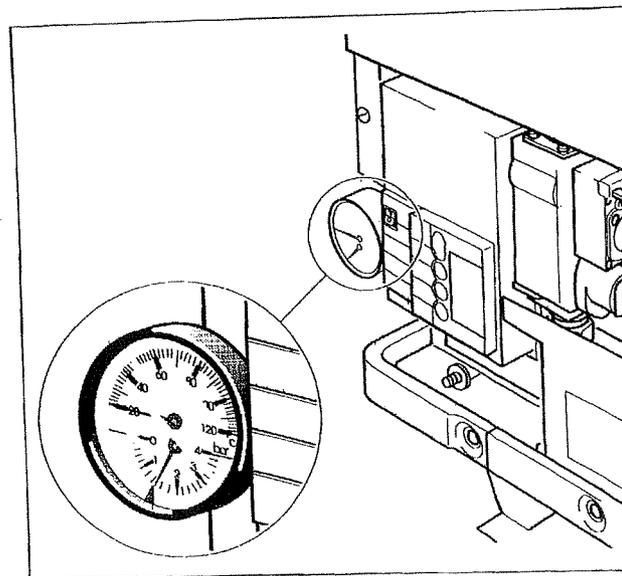

Fig. 10 Manometro
- ◆ Aprire il rubinetto e riempire l'impianto fino ad una pressione di 0,75 - 1,0 bar (Fig. 10). Il valore ideale sarebbe di 0,75 bar.